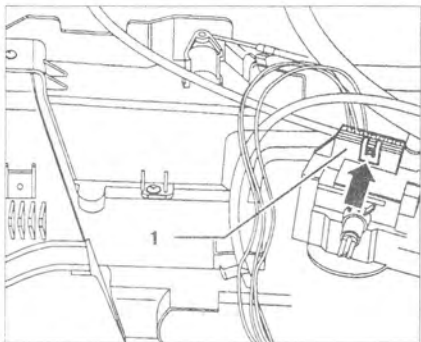

Рис. 9.48. Отсоедините разъем проводки 1 от регуляторов подачи нагретого и свежего воздуха (стрелка).
2. Отсоедините разъем проводки 1 от регуляторов подачи нагретого и свежего воздуха (стрелка) (рис. 9.48).